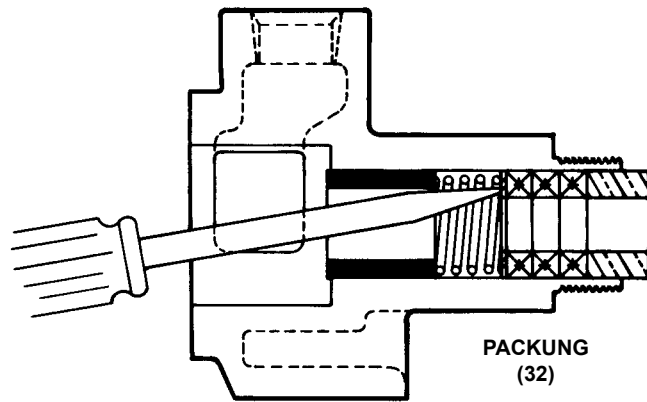

ABBILDUNG 3
5. Nun kann die Packung bzw. die mechanische Dichtung ausgebaut werden. Hinweise dazu entnehmen Sie **Abbildung 3 oder 4**. Wir empfehlen bei jeder Demontage der Pumpe eine neue mechanische Dichtung oder neue Dichtringe einzusetzen.